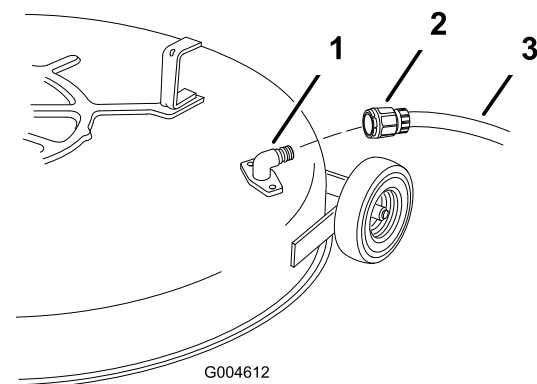

Bild 50
5. Montieren Sie die Schlauchkupplung auf die Kupplung am Mähwerk-Spülanschluss und drehen Sie das Wasser mit starkem Druck auf (Bild 50).